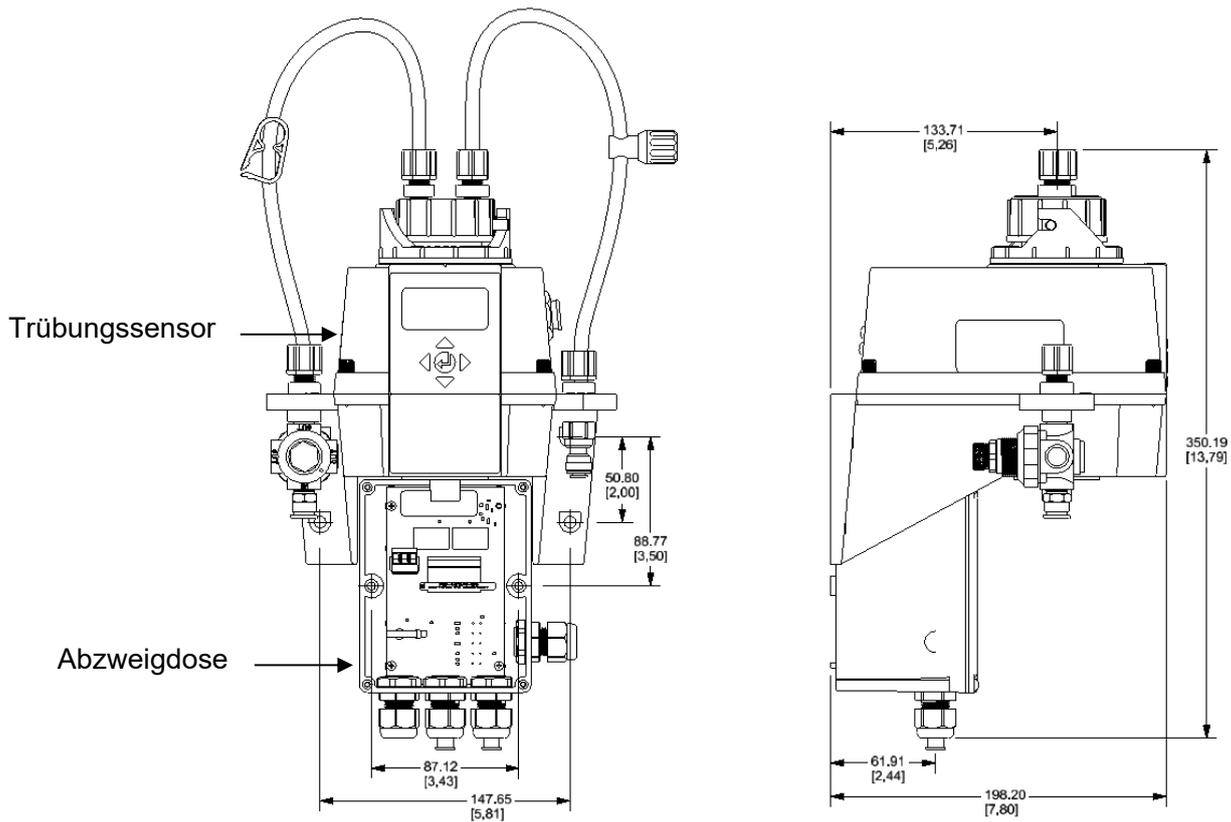

Abbildung 3: Einbaumaße des Geräts
2. Die allgemeinen Montageabmessungen des Turb PLUS 2000 sind in Abbildung 3 unten dargestellt. Messen Sie nach, um zu bestätigen, dass der Montageort ausreichend Platz bietet und dass über dem Gerät im montierten Zustand ein freier Bereich von mindestens 20 cm vorhanden ist. Dies gewährleistet genügend Platz für die Kalibrierung und die Wartung der Küvetten.